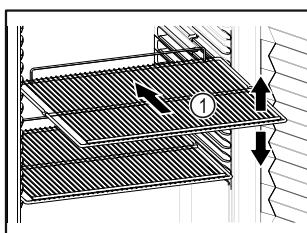

Fig. 52 Exempel
- Om gallren Fig. 52 (1) kan flyttas om ska de anpassas på höjden.